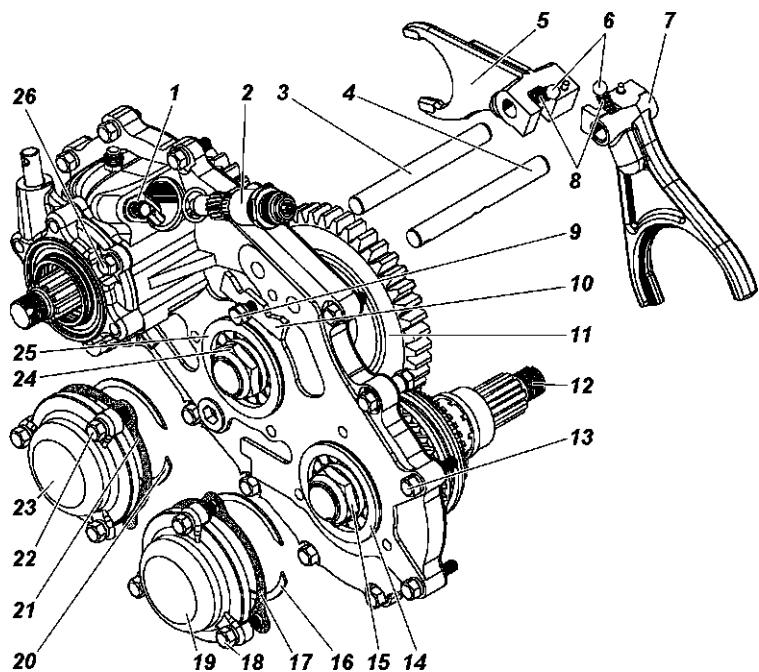
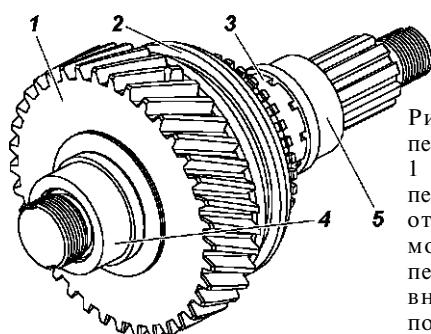

Рис. 7.4. Разборка механизма переключения передач:
Рис. 7.6. Вал привода переднего моста в сборе:
10. Отверните болт 9 (рис. 7.4) крепления стопора 10 штоков 3 и 4 вилок и выпрессуйте при помощи латунного молотка штоки из крышки картера, одновременно сняв с них вилки 5 и 7. При этом удерживайте от выпадения шарики 6 и пружины 8 фиксаторов, находящиеся в гнездах вилок.
15. Отверните гайку 15 (см. рис. 7.4) вала привода переднего моста. Съемником выпрессуйте шестерню 1 (рис. 7.6) привода переднего моста совместно с внутренним кольцом 4 подшипника.
- Установите муфту 2 (см. рис. 7.6) на шлицы вала привода переднего моста заостренными торцами шлицев в сторону шестерни привода вала.
- Установите прокладку и подсобранную с манжетой крышку подшипника вала привода заднего моста. Закрепите крышку болтом 26 (см. рис. 7.4) с пружинной шайбой. На прокладку и резьбу болта нанесите герметик-прокладку. Момент затяжки болта 12 - 18 Н·м (1,2 - 1,8 кгс·м).
9. Вставьте вилку 7 (см. рис. 7.4) включения переднего моста в паз муфты включения переднего моста. Вставьте в гнездо вилки пружину 8 и шарик 6 фиксатора.